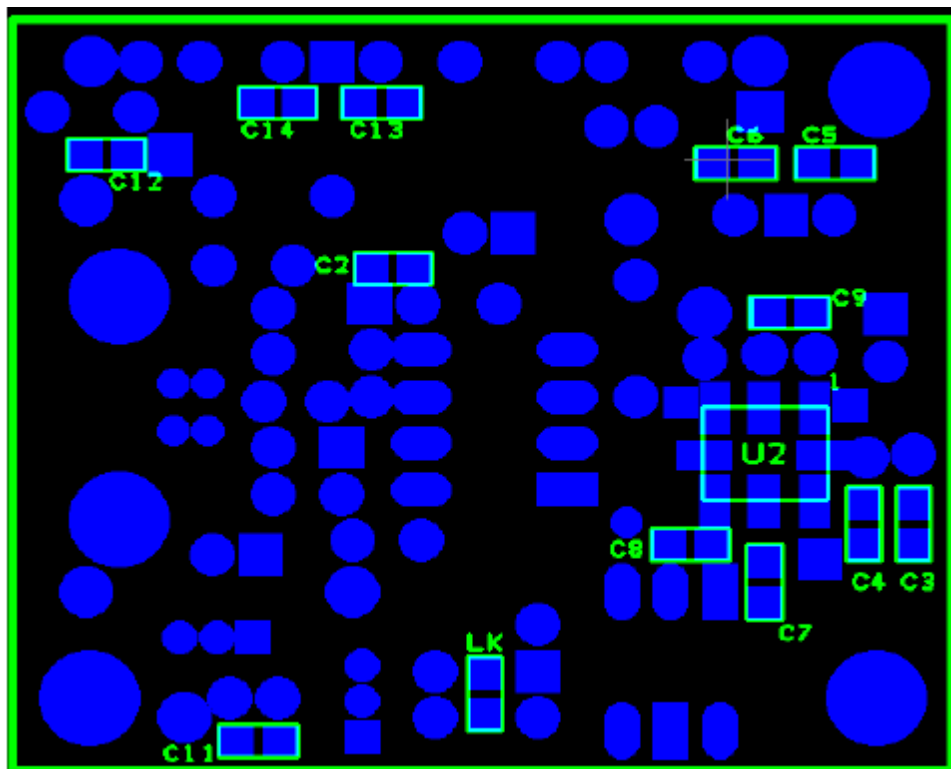

図1 基板 裏面
- 図1のように、基板を裏返しにします。
- 図1を参照しながら SMT コンデンサチップと基板のランドの位置を確認します。SMT コンデンサは、長方形型の小さなチップ(0805タイプ) です。
- SMT 0.1 μ F 0805 コンデンサ C2, C3, C5, C6, C7, C8, C9, C11, C12, C13, C14 を図1の通り半田付けします。半田付け後、位置を図1と再度照らし合わせてください。